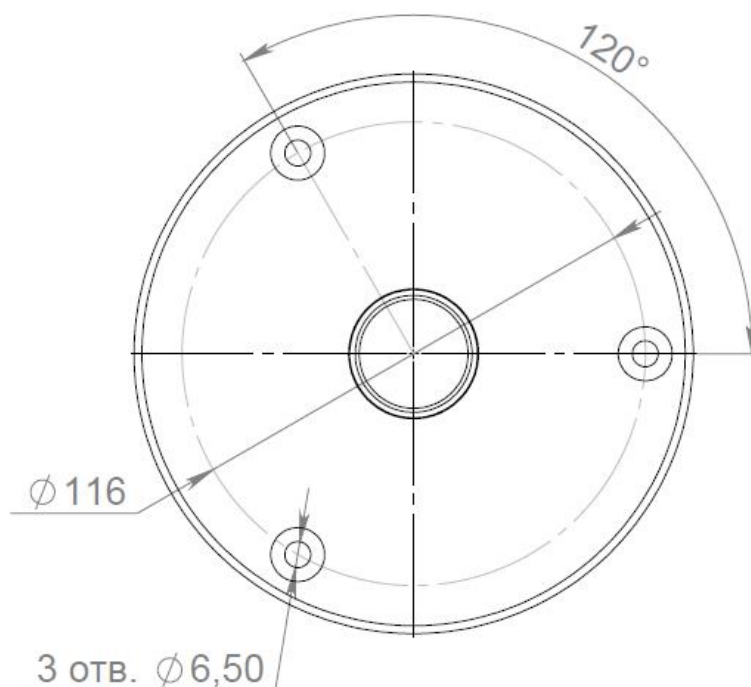

Рис. 3. Установочные размеры
7.3.4. Выполните разметку и просверлите 3 отверстия в полу под используемый крепеж (см. рис. 3). Глубина закладного отверстия должна превышать длину анкера или дюбеля на 5 мм. Вставьте анкеры или дюбели в отверстия.